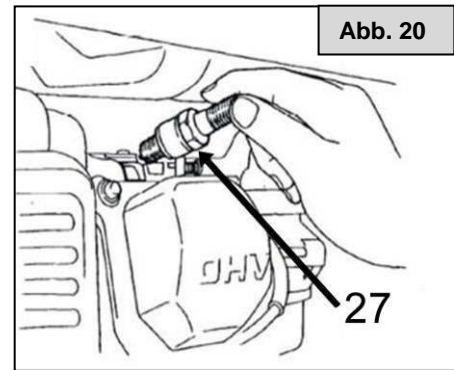

Abb. 20
3. Entfernen Sie die Zündkerze (Abb. 20, Nr. 27) mit Hilfe des im Lieferumfang vorhandenen Kerzenschlüssels (Abb. 19, Nr. 25).